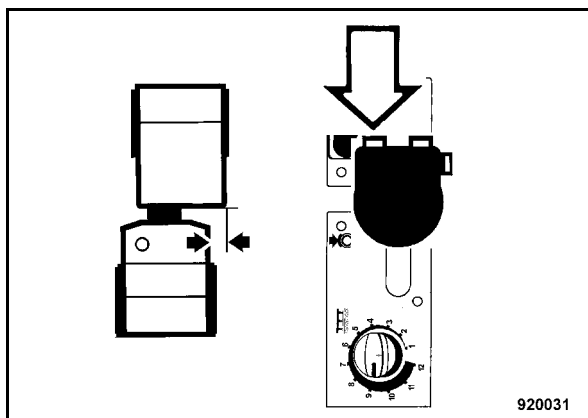

Fig. 92
- Premere e tener premuto il pulsante (Fig. 92) sulla leva di marcia a sinistra.